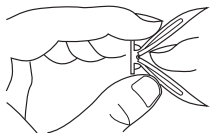

Figura 8 - Cómo doblar el anclaje
2. Doble el anclaje de pared como se muestra en la figura 8.